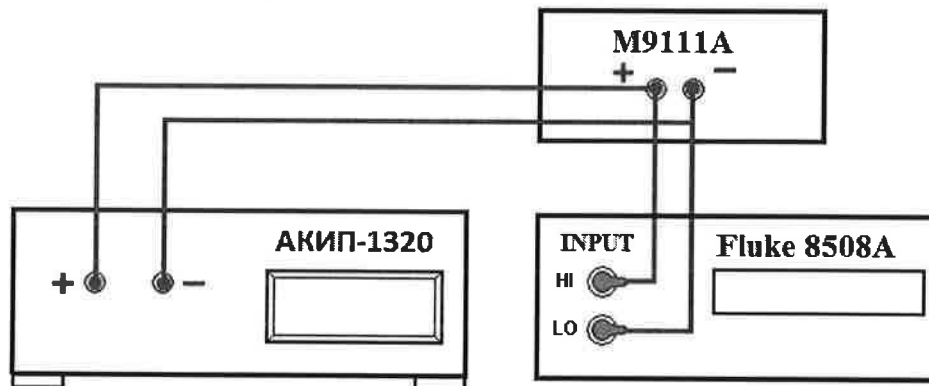

Рисунок 9 – Структурная схема соединения приборов для определения нестабильности напряжения на выходе при изменении тока в нагрузке от  $I_{\text{макс}}$  до 0
- разъемы поверяемого источника питания соединить при помощи измерительных проводов с соответствующими разъемами нагрузки электронной АКИП-1320 и мультиметра 8508А (см. рисунок 9);